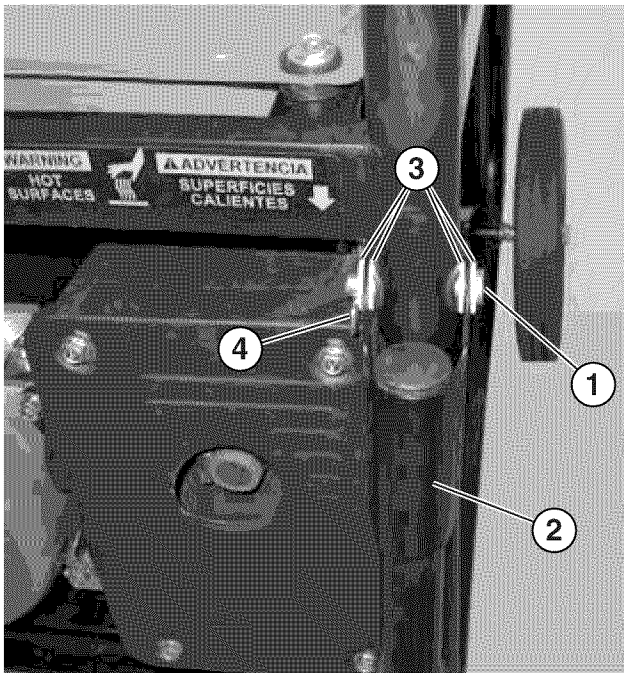

Figura 10 – Colocación de las manijas
- Coloque las manijas usando el pasador de horquilla y la chaveta de horquilla. Coloque las arandelas de nylon en el exterior y el interior de la manija como se indica en la Figura 10.